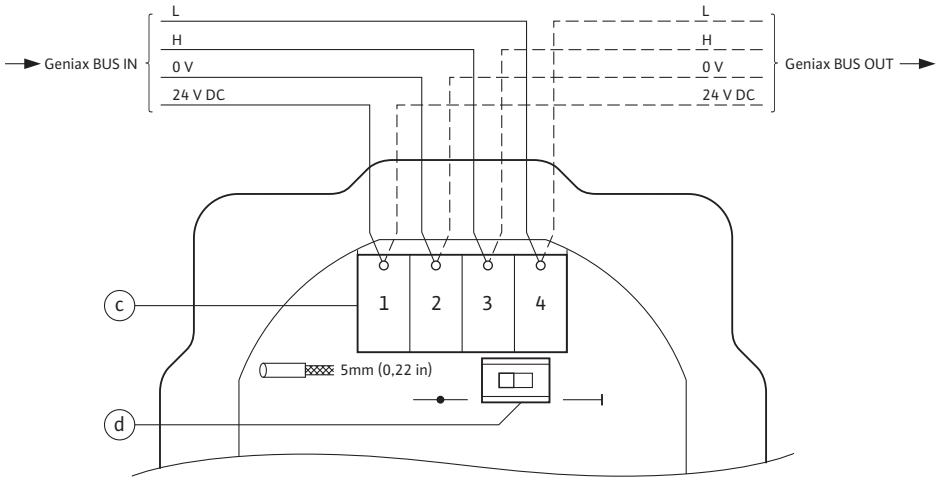

Fig.15-1a: Anschluss Geniax Pump Tronic an Geniax Bussystem, Terminierungsschalter
- Die Aderenden des **ankommenden** Buskabels (Geniax BUS IN, vgl. Fig. 15-1a) 5-6 mm abisolieren.
- Die vier farbigen Adern (rot, schwarz, gelb, weiss) des **ankommenden** Buskabels (Geniax BUS IN) an die entsprechenden Klemmen des Klemmenblocks c der Geniax Pump Tronic anschließen gem. Tab. 15-1 und Fig. 15-1a.
- Pump Tronic terminieren (siehe Fig. 15-1a) falls die Elektronik letzter Busteilnehmer des Bussystems oder einer Bus-Linie ist.
- Die Aderenden des **weiterführenden** Buskabels (Geniax BUS OUT, siehe Fig. 15-1a) 5-6 mm abisolieren.
- Die vier farbigen Adern (rot, schwarz, gelb, weiss) des **weiterführenden** Buskabels (Geniax BUS OUT) an die entsprechenden Klemmen des Klemmenblocks c der Pump Tronic anschließen gem. Tab. 15-1 und Fig. 15-1a.
Die Geniax Pump Tronic verfügt einen Bus-Abschlusswiderstand von 120 Ω. Dieser kann über den Terminierungsschalter (d) (Fig. 15-1a) aktiviert werden.